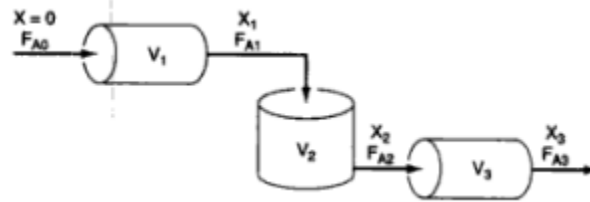

Figura 1. Arreglo de reactores FPI-TAC-FPI.
Para los arreglos de reactores en serie, el flujo de salida de un reactor es el flujo de alimentación de otro. Es común para este tipo de arreglo, expresar los cálculos en función de la conversión de cada reactor y el flujo de alimentación del reactivo en el primer reactor. En este sentido, para la figura 1, las relaciones entre flujo molar y conversión vienen dadas por el conjunto de ecuaciones (1).